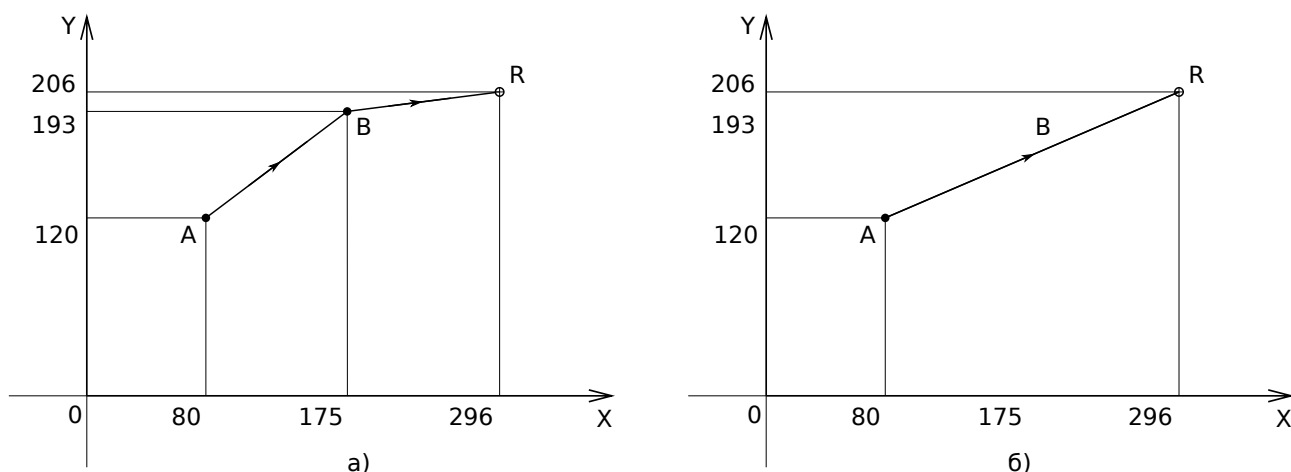

Рис. 2.7.1: Примеры выхода в базовую позицию  $X=206$ ,  $Y=296$
**Пример.** Выход в базовую позицию по G90 (рис. 2.7.1, а)
**Пример.** Выход в базовую позицию по G91 (рис. 2.7.1, б)
**Пример.** Выход в основную позицию без промежуточной точки (рис. 2.7.1, б)